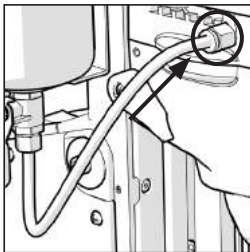

Fig. 3a
**Nota:** para soltar el tubo de suministro del conector rápido (Fig.3a) empuje la abrazadera hacia la unión de latón y retire el tubo de suministro.